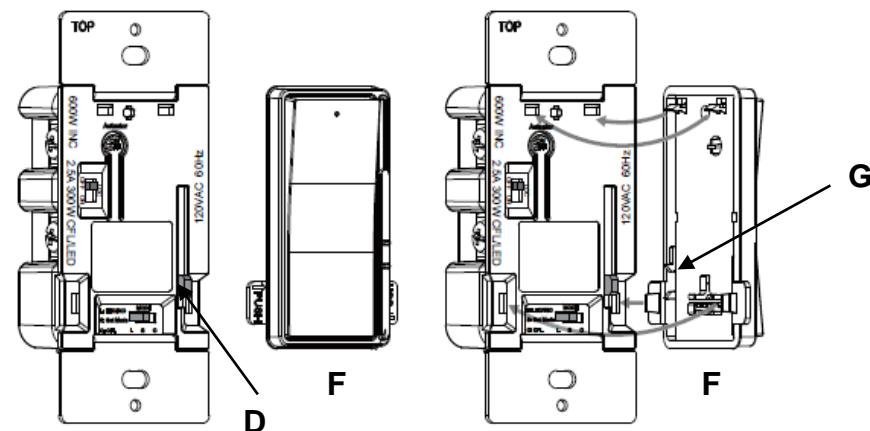

FIG. 10
13. Snap on the top cover "F" (FIG 10).
13. Emboîter le couvercle supérieur "F" (FIG. 10).
13. Encaje-ensamble de la cubierta superior "F" (FIG 10).